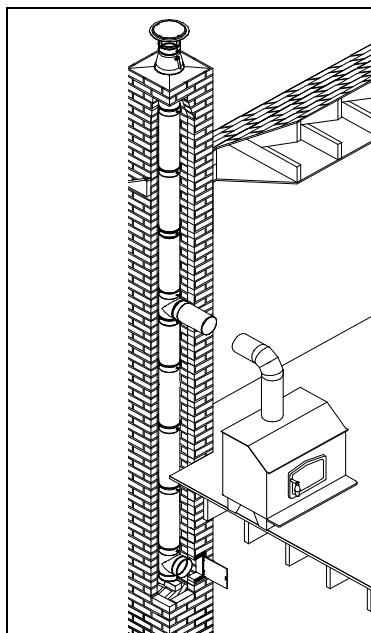
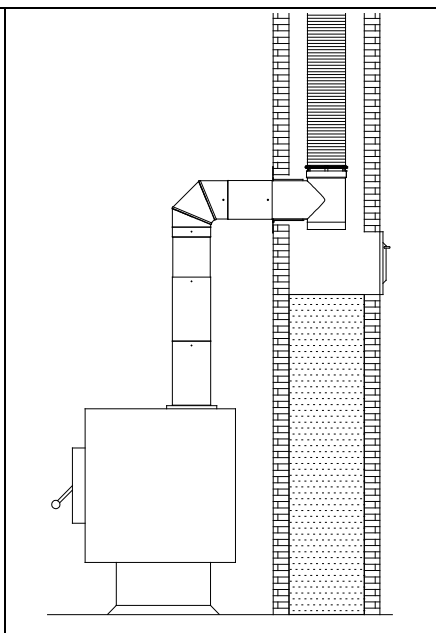

Fig.1
Fig.2
1. Déterminez l'emplacement de l'ouverture qu'empruntera la gaine pour traverser la paroi de la cheminée de maçonnerie (Fig.1 et Fig.2). D'une manière générale, il est préférable d'installer le té le plus haut possible afin d'améliorer le tirage et de réduire les coûts en gaines. Souvenez-vous qu'un tuyau de raccordement à paroi simple doit se trouver à au moins 18" d'un matériau combustible, incluant le plafond. Si vous devez traverser un mur combustible pour raccorder la gaine à l'appareil de chauffage, vous devriez utiliser un adaptateur isolé (ITH). Vous retrouverez les directives d'installation relatives à l'adaptateur isolé à même la boîte de l'article.